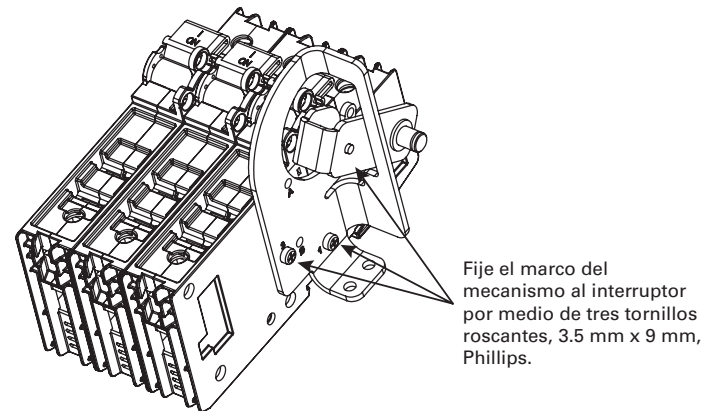

Fig. 2-3. Fije el marco del mecanismo al interruptor por medio de tres tornillos roscantes, 3,5 mm x 9 mm, Phillips, en los orificios marcados 1, 2 y 3.
- Paso 3.** Asegure el marco del mecanismo al lado derecho del interruptor con tres tornillos roscantes, 3,5 mm x 9 mm, Phillips, colocados en los orificios marcados 1, 2 y 3. Aplique un par de apriete de 12 lb-pulg (vea la Fig. 2-3).